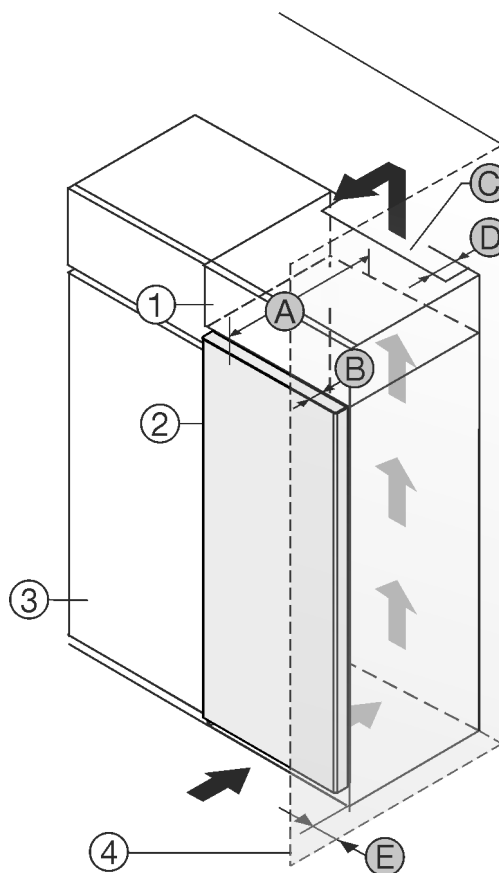

Fig. 1
- (1) Nastavná skříňka*
- (2) Příklad*
- (3) Kuchyňská skříň*
- (4) Stěna*
- (A) Hloubka přístroje*
- (B) Hloubka dvířek*
- (C) Větrací průřez*
- (D) Vzdálenost zadní strany přístroje*
- (E) Vzdálenost k zadní straně přístroje*
Můžete přístroj nainstalovat přímo vedle kuchyňské skřínky Fig. 1 (3)*
Na zadní straně nastavné skřínky musí být větrací šachta hluboká Fig. 1 (D) přes celou šířku nastavné skřínky.*
Pod stropem místnosti musí být dodržen větrací průřez Fig. 1 (C)*
Když přístroj instalujete závěsy vedle stěny Fig. 1 (4), musí být vzdálenost mezi přístrojem a stěnou minimálně 13 mm.*
Když přístroj instalujete závěsy vedle stěny Fig. 1 (4), musí být vzdálenost mezi přístrojem a stěnou minimálně 20 mm.*
Aby bylo možné dvířka plně otevřít, musí přístroj přesahovat o hloubku dvířek *Fig. 1 (B)* vůči přední linii kuchyňské skříňky. V závislosti na hloubce kuchyňských skříňek *Fig. 1 (3)* a použití vymezovačů odstupu od stěny může přístroj vyčnívat dále.*